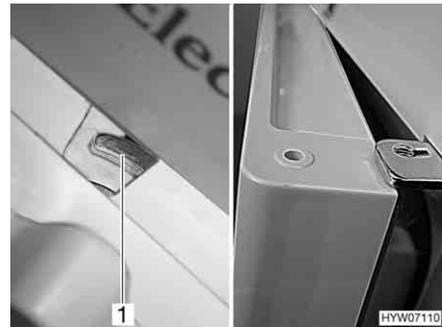

Fig. 155 Puerta del frigorífico en posición de ventilación (Dometic de la serie 7)
- Empujar el bloqueo completamente hacia la derecha. La puerta del frigorífico se fija con ayuda del bloqueo (Fig. 155, 1). De este modo, la puerta del frigorífico quedará ligeramente abierta (Fig. 155).